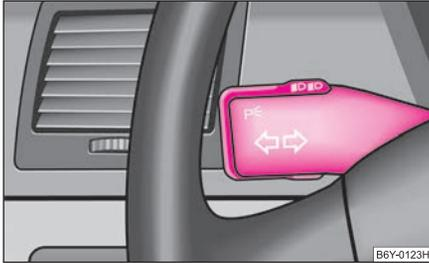

Abb. 36 Der Blinklicht- und Fernlichthebel
- Drücken Sie den Fernlichthebel zum Einschalten des Fernlichts nach vorn ⇒ Seite 48, Abb. 36.
- Drücken Sie den Hebel nach oben bzw. nach unten ⇒ Abb. 36.